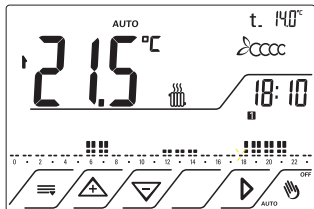

Fig.17
5.2.2 Premere nuovamente  . Sul display compare la scritta **AUTO**.Fig.17